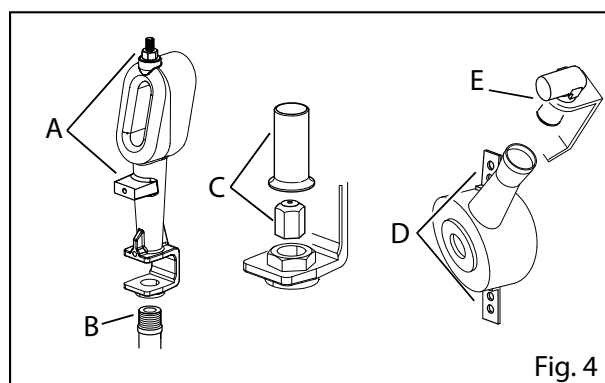

Fig. 4
- Svitare il fissaggio al supporto e il collegamento all'alimentazione (Fig. 4/A+B)
- Smontare venturi e ugello dal bruciatore da sostituire (Fig. 4/C)
- Svitare le viti di fissaggio del bruciatore (Fig. 4/D) e il collegamento all'alimentazione (Fig. 4/E)